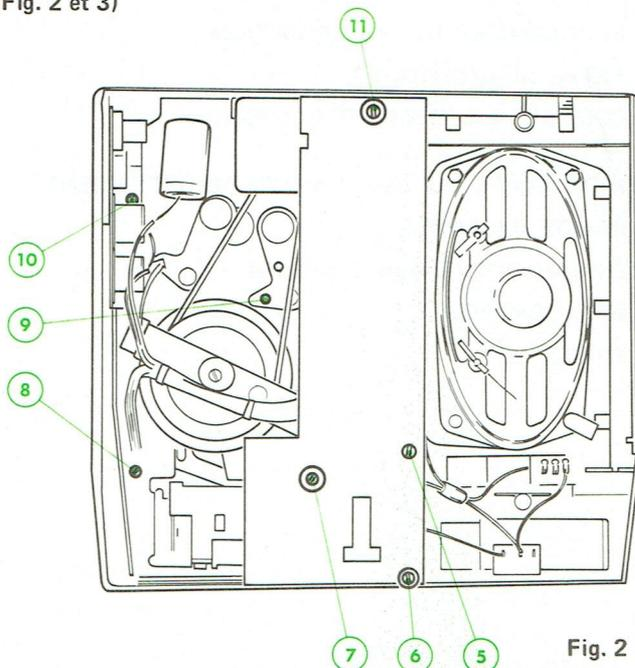

Fig. 2
## 2° - ACCES AU CIRCUIT IMPRIME COTE ELEMENTS (Fig. 2 et 3)
- Dévisser et retirer les vis (6), (7), (11) (voir Fig. 2).
## 3° - DEMONTAGE DE LA PLATINE MECANIQUE (Fig. 2)
- Poser la platine mécanique sur la coquille supérieure (Fig. 2).
- Soulever légèrement le côté gauche de la platine (Fig. 2).
- Le mécanisme étant mis à sa place et le porte-cassette fermé, fixer l'ensemble par les vis (5), (8), (9), (10) (voir Fig. 2).